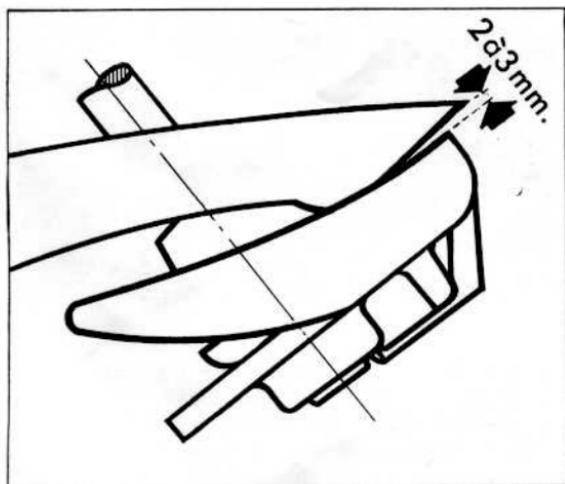

Fig. 16
- L'aiguille étant en position avancée maximum, la distance entre son extrémité et le bord de l'entraîneur doit être de 2 à 3 mm (fig. 16).